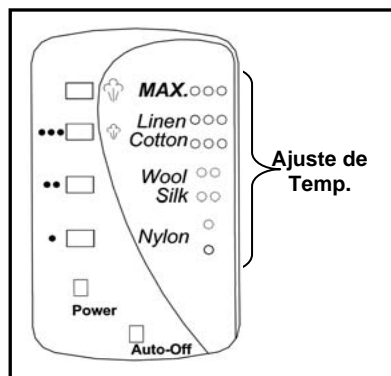

Fig. 6
4. La luz del lado derecho del tablero de control dejará de parpadear cuando haya alcanzado la temperatura deseada. (Fig. 6)